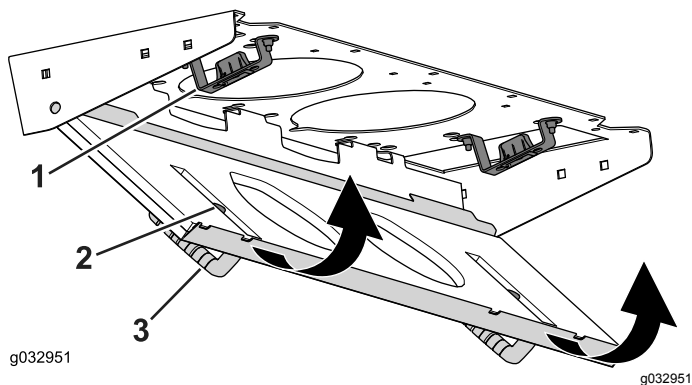

Figura 135
- Ruotate lo schermo del filtro attorno alle alette fino a quando il fermo non si blocca nel gruppo del supporto del fermo (Figura 135).